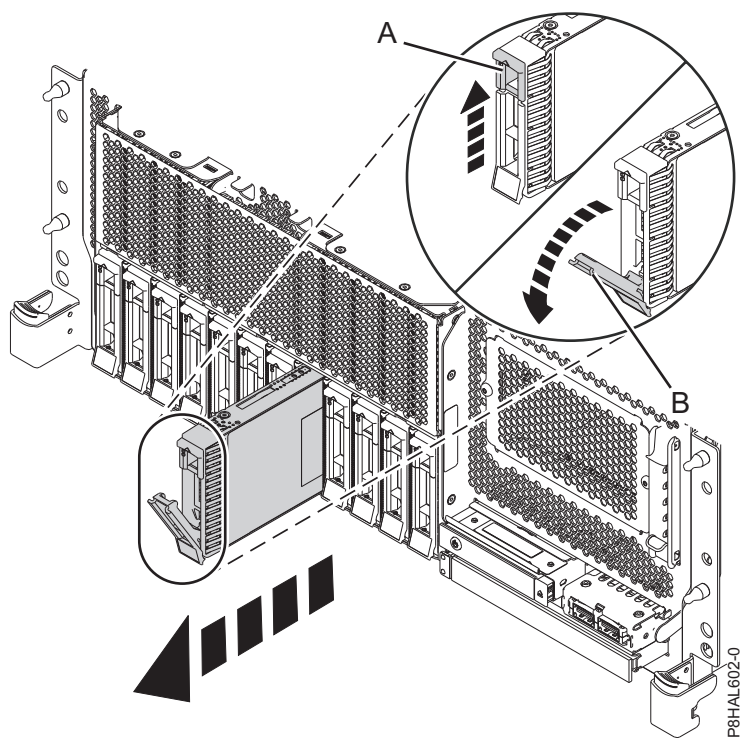
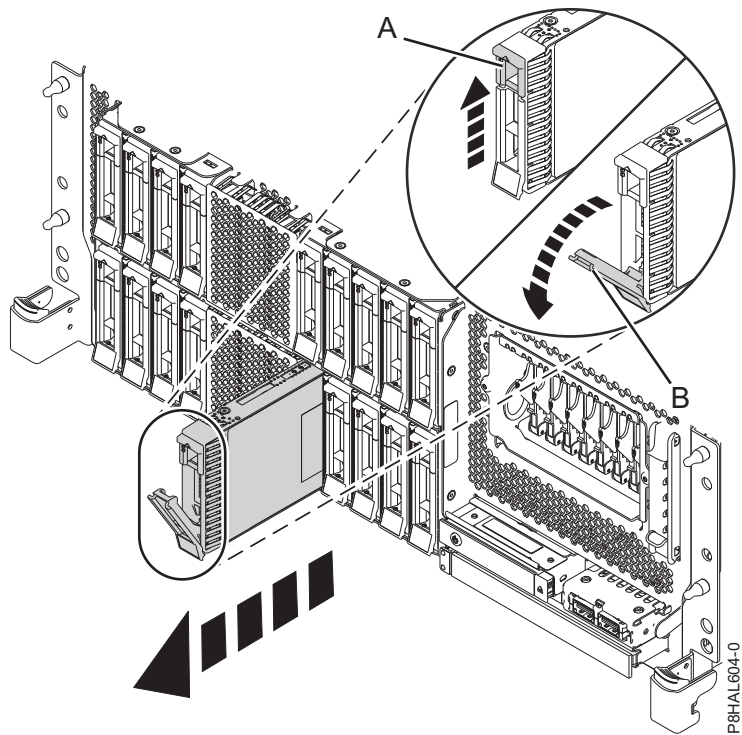

Figura 57. Remover uma unidade de disco de um sistema de função base montado em bastidor
Figura 58. Remover uma unidade de disco de um sistema de função expandida montado em bastidor
3. Desbloqueie a pega da unidade **(B)** premindo o trinco da pega **(A)** puxando-a para fora, conforme mostrado em Figura 57 na página 67, Figura 58 na página 67, Figura 59 na página 68 e Figura 60 na página 69. Se a pega não estiver completamente fora, a unidade de disco de segunda geração não poderá deslizar para fora do sistema.